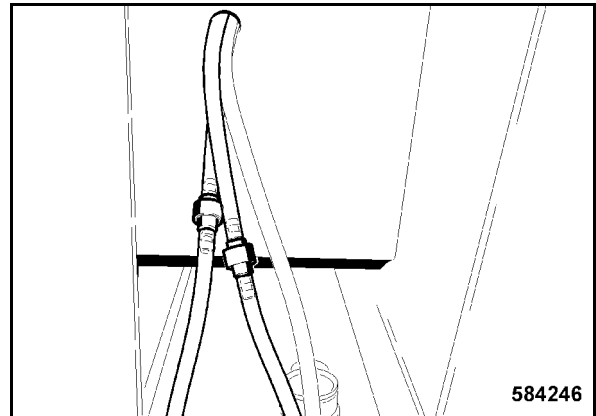

Fig. 224
- Encajar las mangueras para la alimentación del agua de lavado para el cristal frontal y trasero 1 (Fig. 224).